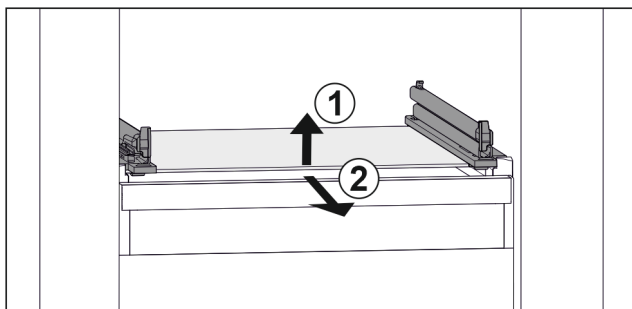

Fig. 76 Príklad zobrazenia sklenenej dosky
- ▶ Nadvihnite sklenenú dosku vpred. Fig. 76 (1)
- ▶ Odoberte sklenenú dosku dopredu. Fig. 76 (2)